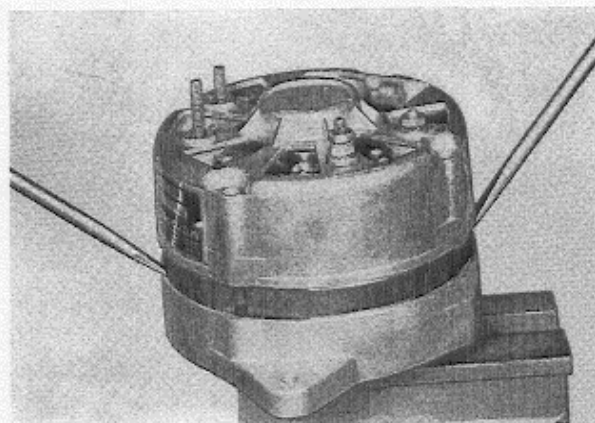

Abb. 27 Zerlegung der Lichtmaschine
6. Klauenpolläufer und vorderen Lagerdeckel mit zwei Schraubenziehern, die in zwei Ausnehmungen zwischen Ständer und vorderen Lagerdeckel gesetzt werden, ausbauen (Abb. 27).